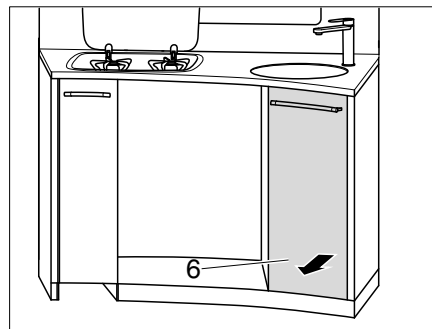

Fig. 135 Retirer le tiroir de cuisine haut
- Retirer le tiroir de cuisine haut (Fig. 135,6).